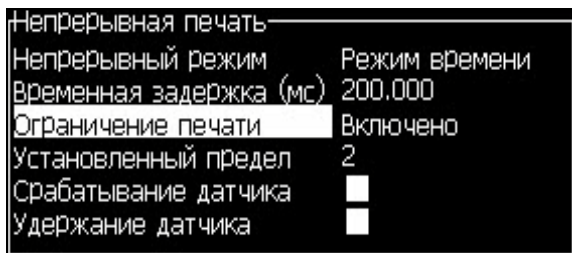

Рисунок 4-26: Диалоговое окно “Continuous Print”
- 1 Выберите опцию “*Continuous Print*” (непрерывная печать) из меню “*Print*” (печать). Появится диалоговое окно “*Continuous Print*” (непрерывная печать) (Рисунок 4-26).